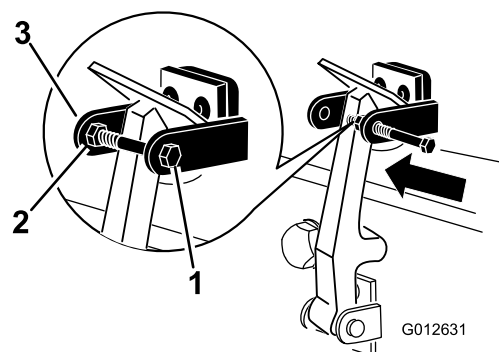

Figura 10
7. Enrosque el perno en el otro brazo del seguro de cierre del capó para bloquear la posición del cierre (Figura 10).